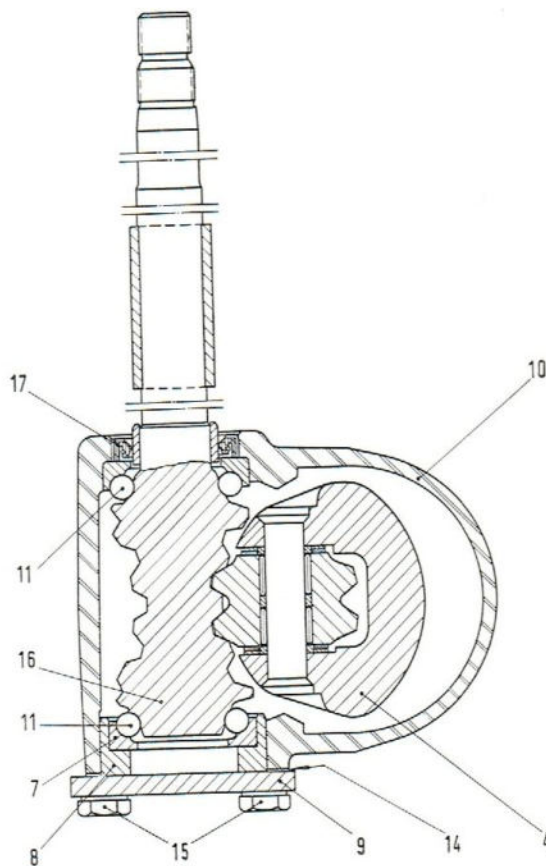

Abb. 113 - Schnittbilder des Lenkgehäuses durch Lenkrollenwelle bzw. Lenkschnecke.
Die Schrauben (1, Abb. 113) zur Befestigung des Deckels (3) und die Mutter (2) lösen.
Deckel (9, Abb. 113) abnehmen (die dünnen Papierdichtungen müssen nach jeder Zerlegung ausgewechselt werden).
Bei jedem neuen Zusammenbau müssen neue Dichtringe (12 u. 17, Abb. 113) verwendet werden.
In das Lenkgehäuse wird zuerst die Lenkspindel (16, Abb. 113) mit den Kugellagern (11), dem Aussenring (7) des unteren Lagers und dem Haltering (8) eingesetzt.
Der Deckel (3) wird dann auf die Einstellschraube der Lenkrollenwelle (4) aufgeschraubt und das Ganze wird dann in das Lenkgehäuse eingeführt, wobei zu beachten ist, dass bei der Einführung des verzahnten Teils der Welle der Dichtring (12, Abb. 113) nicht beschädigt wird.